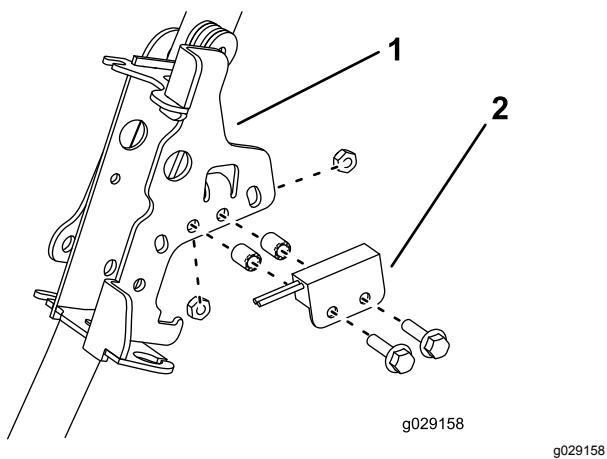

Figura 6
12. Retire y deseche el soporte de tracción antiguo, pero guarde el interruptor de proximidad y las fijaciones de montaje (Figura 6).